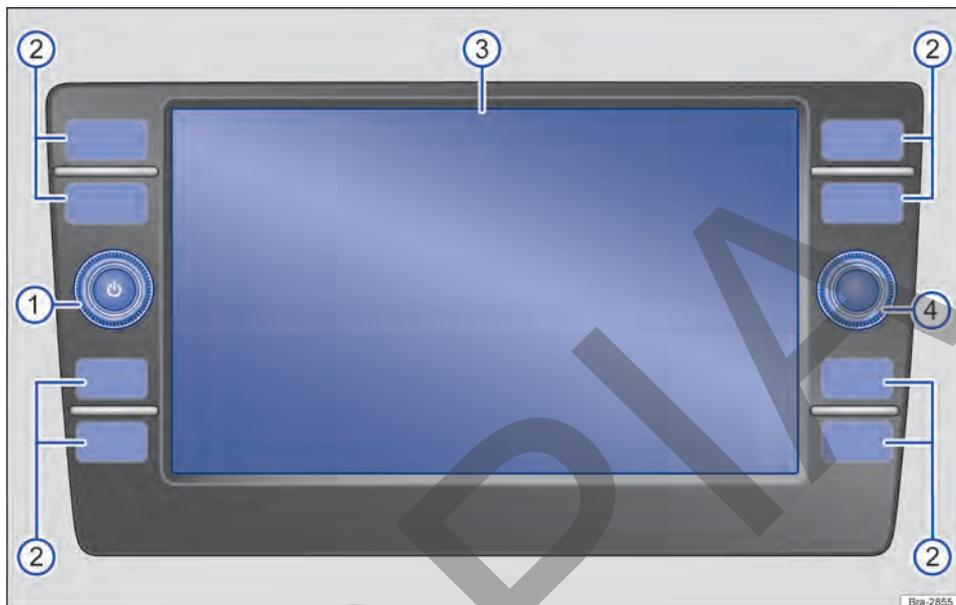

Fig. 120 Cuadro general de mandos.
El equipo está disponible en distintas versiones, que se distinguen por el rótulo y la función de las teclas de la radio → fig. 120 (2).
- ① **Mando giratorio y de presión** Ⓞ:
- ② **Teclas de la radio:** *presionar* para acceder a un botón de función.
- ③ **Display:** pantalla táctil.
- ④ **Tecla de configuraciones:** la función depende de la respectiva condición de operación.